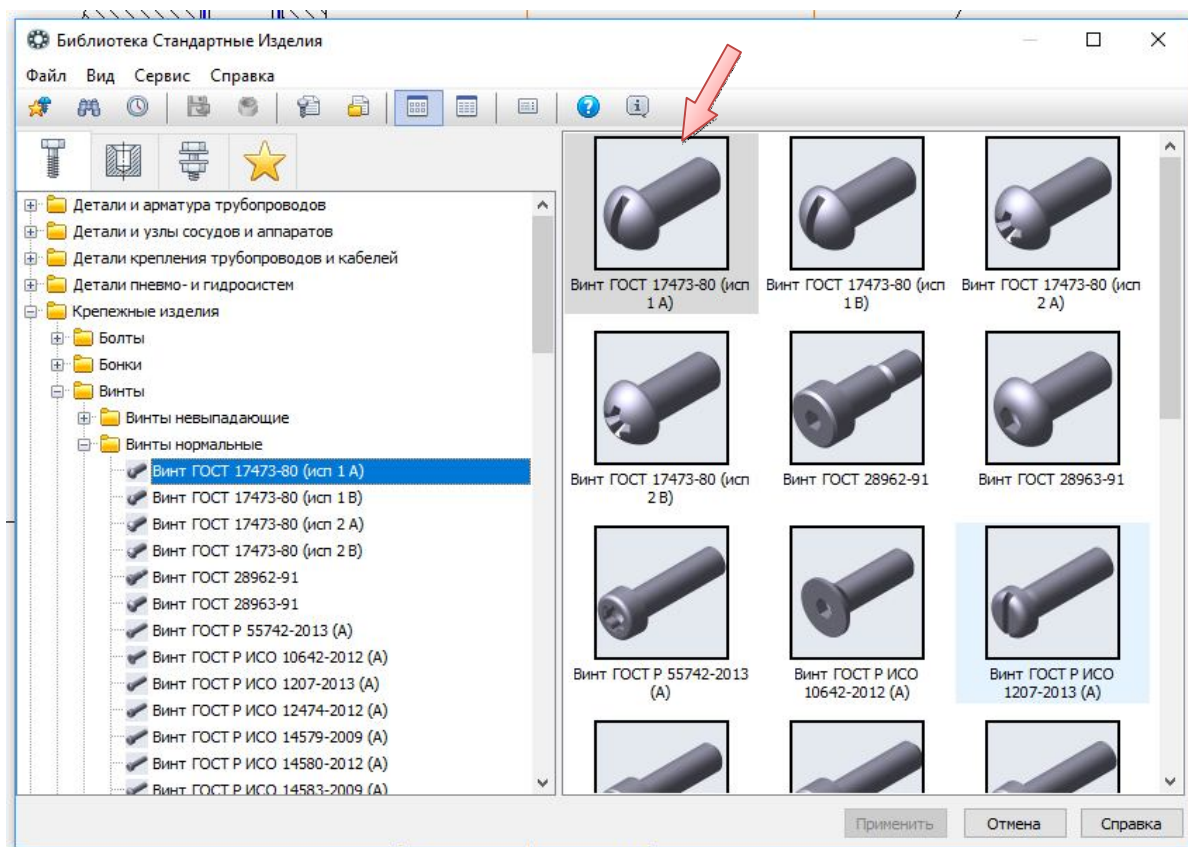

Рис. 4.52. Выбор винта в библиотеке крепежных изделий
- В дереве библиотеки откройте ветвь «Крепежные изделия» → «Винты» → «Винты нормальные», выберите винт ГОСТ 17473 – 80 (исп 1А) и два раза щёлкните ЛК (рис. 4.52).